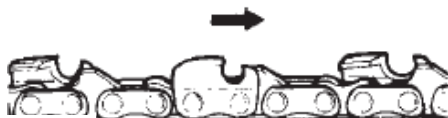

Рис.3
5. Заведите цепь под механизм сцепления и наденьте ее на ведущую звездочку (Рис.3), затем наденьте пильную цепь на шину.
ВНИМАНИЕ! Правильно ориентируйте цепь относительно направления вращения (Рис.3).